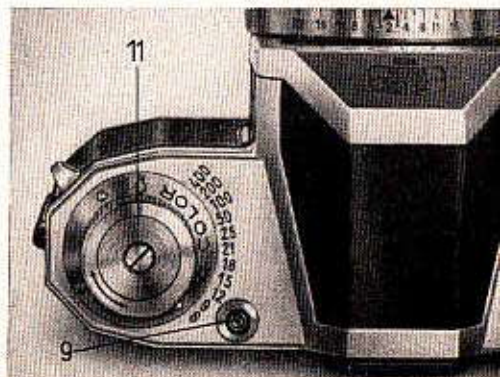

Abb. 6
mit dem Kameragehäuse verbundene Kontaktnippel (9), das sich auf der Kameraoberseite neben dem Rückspulknopf (11) befindet (Abb. 6).